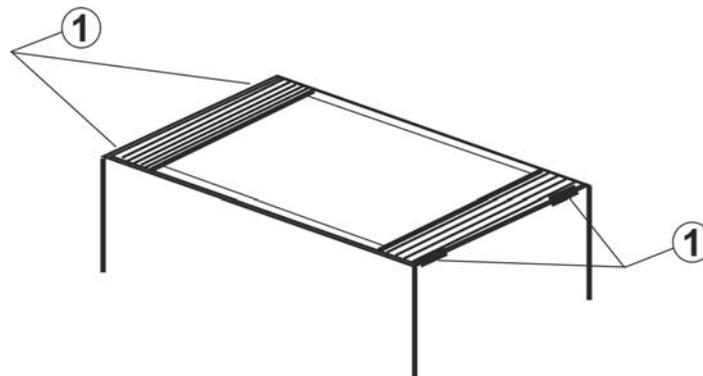

Fig. 5: Sostituzione delle batterie interne
2. Rimuovere le alette poste sulla faccia inferiore dello strumento, facendo leva nei punti indicati (1) e svitare le 4 viti di fissaggio (vedere la Fig. 5)